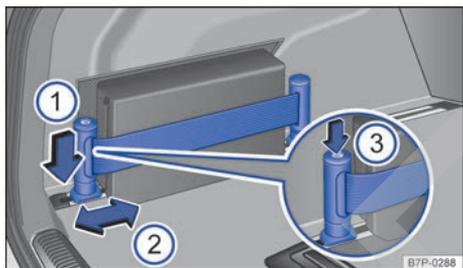

Fig. 126 En el lado izquierdo del maletero: cinta de sujeción.
- Presione el soporte hacia abajo → fig. 126 ① y desplácelo al mismo tiempo hacia la posición deseada ②.
- Presione el botón del soporte ③ para tensar la cinta.